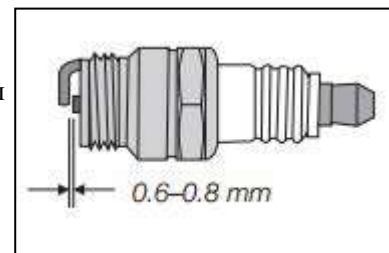

Рис. 38
4. Проверьте зазор электрода с помощью щупа и при необходимости установите зазор 0,030 (0,76 мм). См. рис. 38.